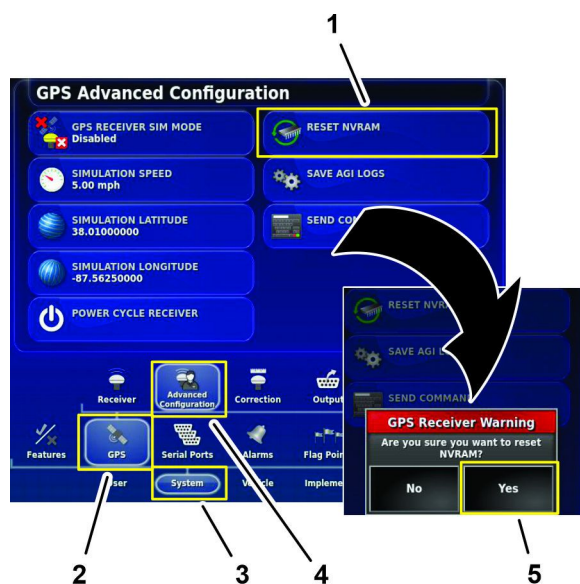

Рисунок 209
2. На экране расширенной настройки конфигурации GPS нажмите значок RESET NVRAM (СБРОС ЭНЕРГОНЕЗАВИСИМОЙ ОПЕРАТИВНОЙ ПАМЯТИ) (Рисунок 209).
3. В диалоговом окне с предупреждением о приеме сигнала GPS нажмите на значок YES (ДА) (Рисунок 209).
1. На экране настройки нажмите значок SYSTEM (СИСТЕМА), значок GPS и значок ADVANCED CONFIGURATION (РАСШИРЕННАЯ НАСТРОЙКА КОНФИГУРАЦИИ) (Рисунок 209).